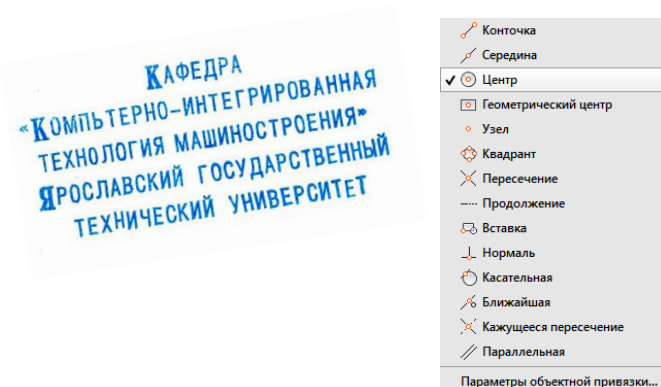
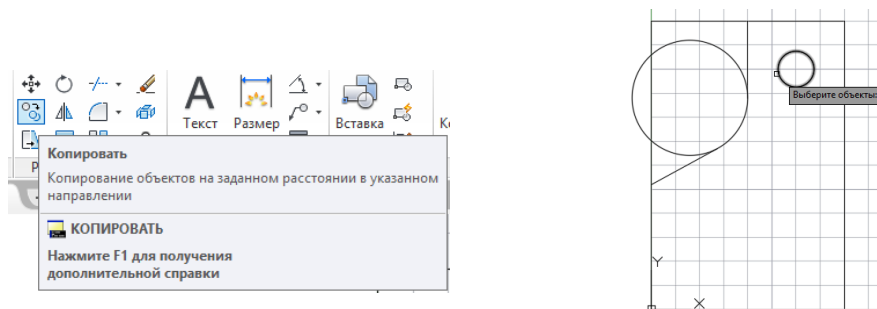
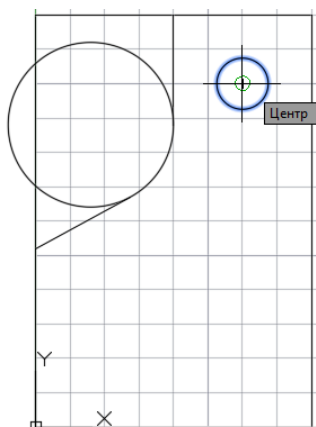

Рисунок 18 – Объектная привязка центр
Рисунок 19 – Применение инструмента "Копирование"
Рисунок 20 – Выбор базовой точки
3.9 Включаем объектную привязку "Центр" (рисунок 18). В ленте (меню) нажимаем инструмент "Копирование" и выбираем окружность радиусом 7,5 мм, нажимаем клавишу "Enter" (рисунок 19). Выбираем базовую точку центр окружности (рисунок 20).